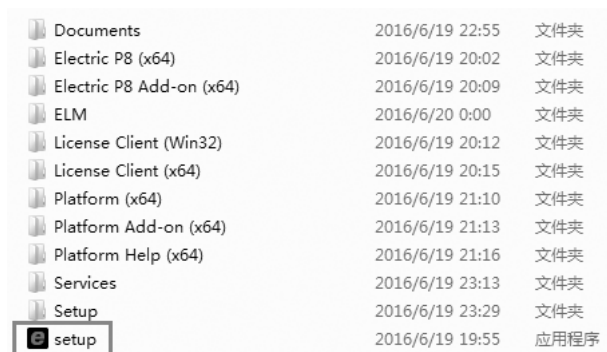

图 1-6 EPLAN 安装 Setup.exe 程序
1) 找到程序安装包，单击其中的 Setup.exe 文件，进行软件安装，如图 1-6 所示。